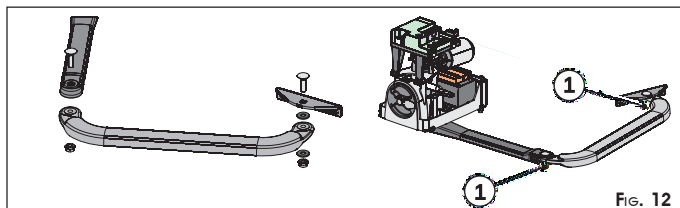

FIG. 12
⑦ Assembleer de rest van de arm zoals geïllustreerd in Fig.12.
Voor een correcte werking moeten de twee bevestigingsschroeven (Fig.12 ref. ①) worden vastgedraaid en vervolgens ongeveer 1/2 slag worden losgedraaid, om ervoor te zorgen dat de armen zonder wrijving kunnen draaien.